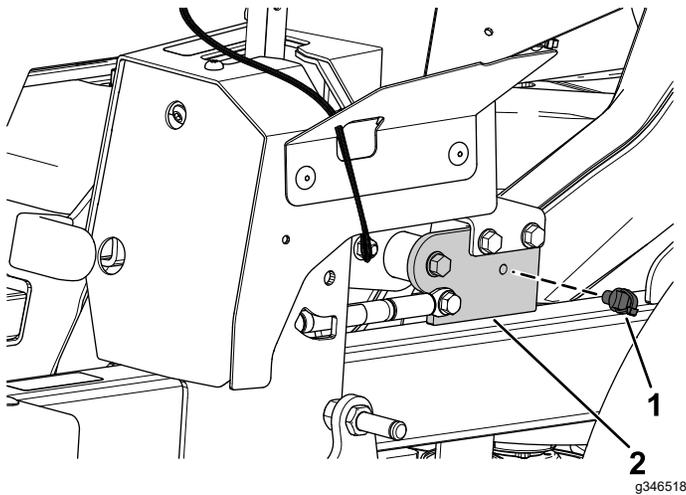

Figura 11
1. Instale la grapa delantera en el soporte de la palanca del freno de estacionamiento (Figura 11).